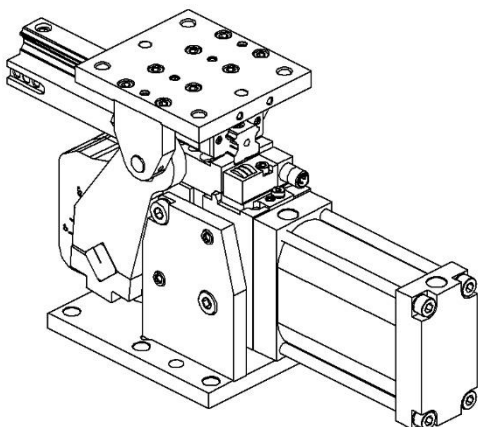

Imagen 1
- Lleve la unidad lineal a la posición de apertura; (Imagen 1)